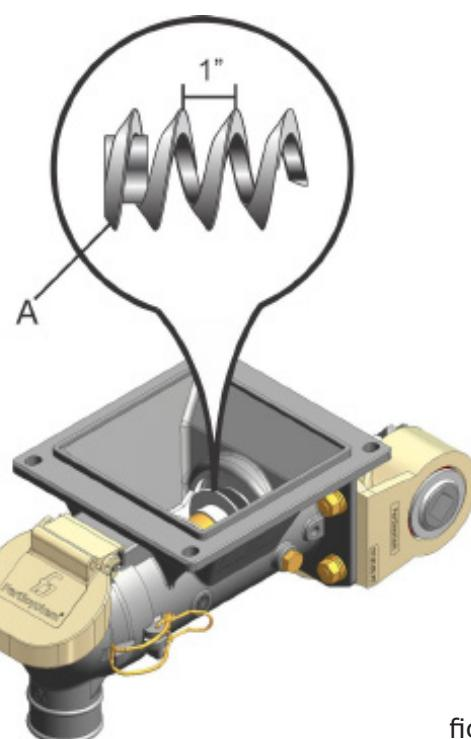

fig. 13
A distribuição do adubo é realizada através da caixa dosadora do adubo, através da rosca sem-fim (A) (fig. 13).